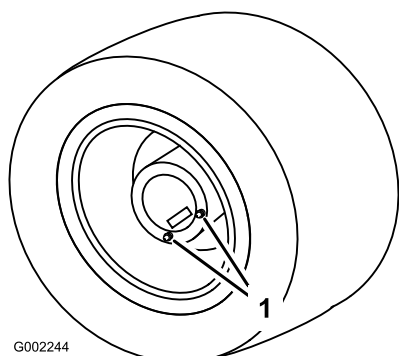

Figure 48
1. Placez le pulvérisateur sur une surface plane et horizontale et positionnez les roues arrière pour la vidange, comme illustré (Figure 48).
3. Placez un bac de vidange sous les bouchons de vidange et retirez les bouchons de la roue (Figure 48).